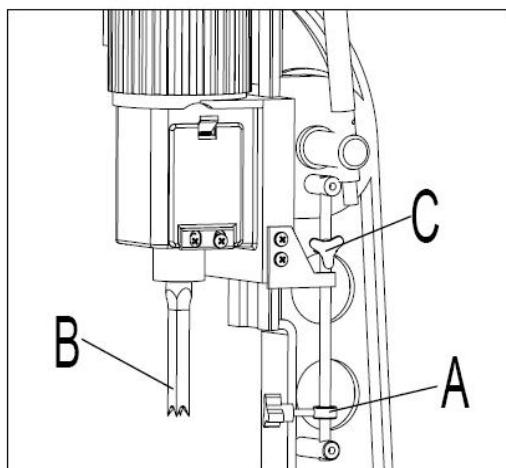

Fig. 6
En djupstoppstyrning (A) Fig. 6 tillhandahålls för att begränsa mejselns djup (B). För att justera djupstoppsguiden (A), lossa handtaget (C) och sänk huvudet tills mejseln (B) är på önskat djup. Sänk djupstoppstyrningen (A) tills den är på önskat djup, dra åt handtaget (C).